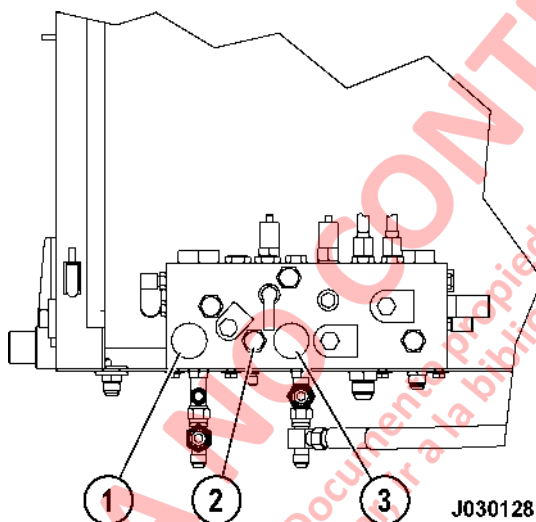

FIGURA 7-2 MANIFOLD DE FRENO
2. Coloque la palanca de control direccional en PARK y gire el Interruptor REST a ON. Gire el switch de llave a OFF para apagar el motor y espere 90 segundos para que los acumuladores del sistema de la dirección se purguen. Abra las válvulas de purga (1) y (3, Figura 7-2) para purgar los acumuladores de freno.
2. Coloque la palanca de control direccional en PARK y gire el interruptor REST a ON. Gire el switch de llave a OFF para apagar el motor y espere 90 segundos para que los acumuladores del sistema de la dirección se purguen. Abra las válvulas de purga (1) y (3, Figura 7-2) para purgar los acumuladores de freno.